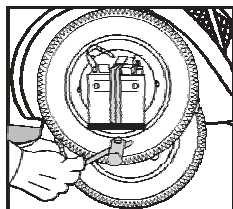

Abb. 36
- 2.1.2 Das Ersatzrad ist mit drei Muttern befestigt. Die Muttern mit dem Rohrschlüssel aus dem Werkzeugset abschrauben, die drei Unterlegscheibe entfernen und das Rad herausnehmen (Abb.36).